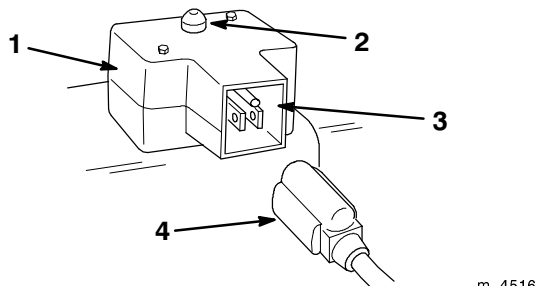

Figure 23
- **Démarrreur électrique** (Fig. 23)—Appuyez sur le bouton du démarrage pour mettre le moteur en marche.
- **Cordon d'alimentation** (Fig. 23)—Connectez le cordon au démarrage électrique et branchez-le dans une prise de courant avant de mettre le moteur en marche.
- A. Raccordez le cordon d'alimentation à la déneigeuse (Fig. 23) et branchez-le dans une prise de courant standard.